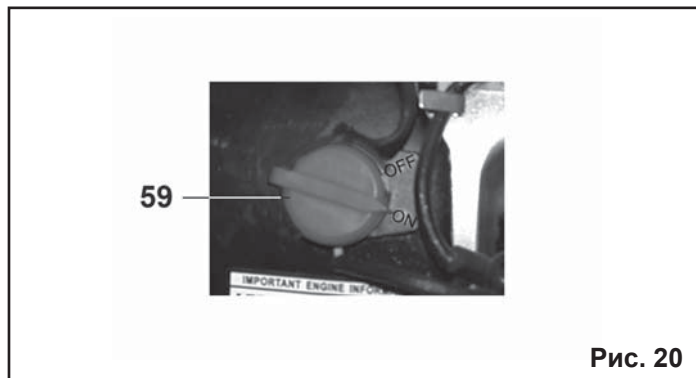

Рис. 20
8.1.5. Поверните выключатель зажигания (59) в положение “ON” (Включено) (Рис. 20).